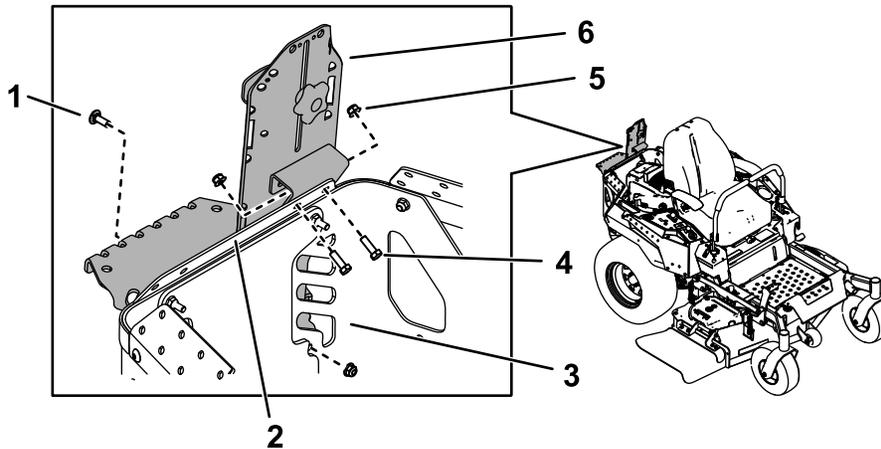
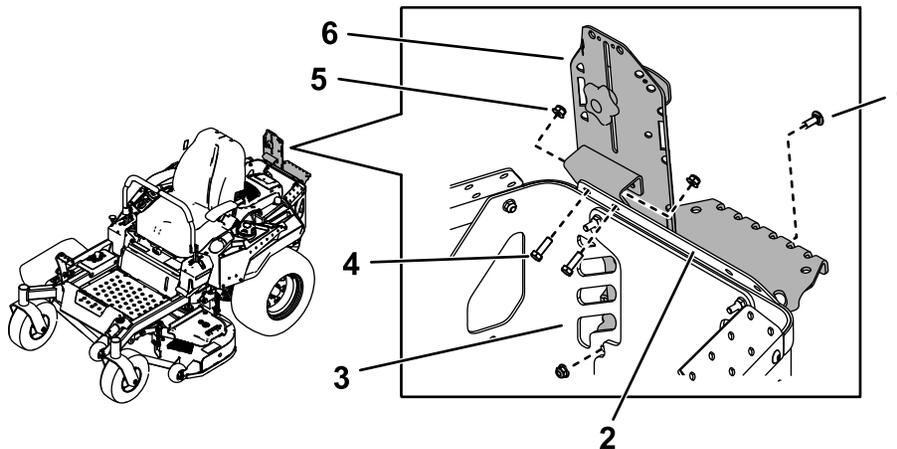

Figura 13
Figura 14
1. Sujete el conjunto del soporte al protector superior trasero usando 2 pernos (5/16" x 1") y 2 tuercas (5/16"), según se muestra en Figura 13 o Figura 14.
3. Fije la parte inferior del soporte principal al protector trasero del motor con 1 perno de cuello cuadrado (5/16" x 7/8") y 1 tuerca (5/16"), tal y como se muestra en la Figura 13 o en la Figura 14.